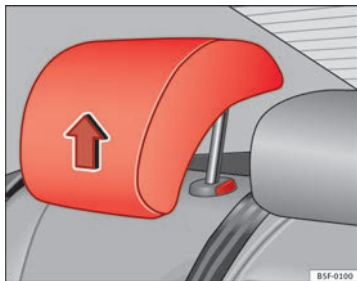

Abb. 5 Kopfstütze in Gebrauchsstellung
- **Gebrauchsstellung** (Kopfstütze angehoben) ⇒ Abb. 5. In dieser Position verhält sich die Kopfstütze wie eine konventionelle Kopfstütze, und schützt die hinteren Insassen in Verbindung mit dem Sicherheitsgurt.